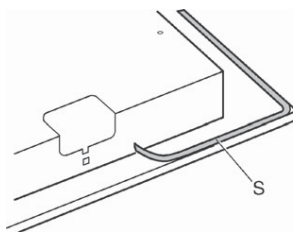

Рис. 5
- Переверните прибор и уложите клеевую прокладку S по внешнему краю панели (рис. 5).